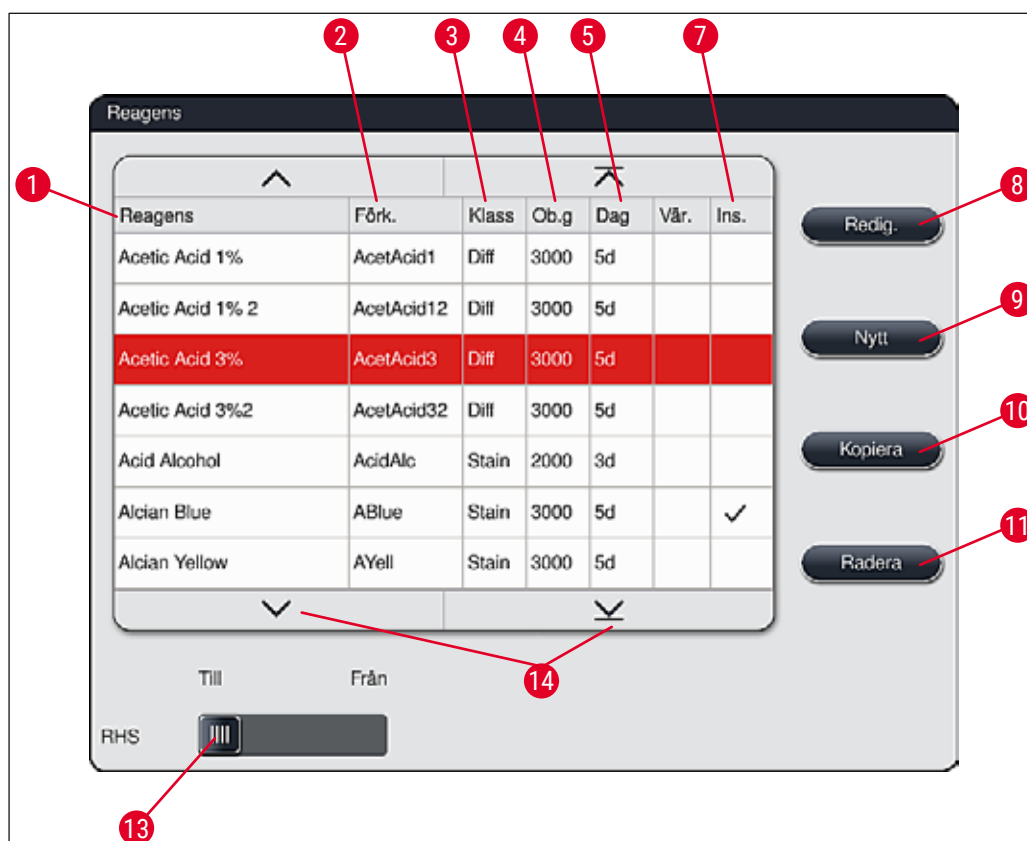

Bild 35
- Markera den reagens som ska kopieras i reagenslistan (→ "Bild 35") genom att trycka lätt på den. Tryck sedan på knappen **Kopiera** (→ "Bild 35-10").
- Markera den reagens som ska ändras i reagenslistan (→ "Bild 35") genom att trycka lätt på den. Tryck sedan på knappen **Redigera** (→ "Bild 35-8").